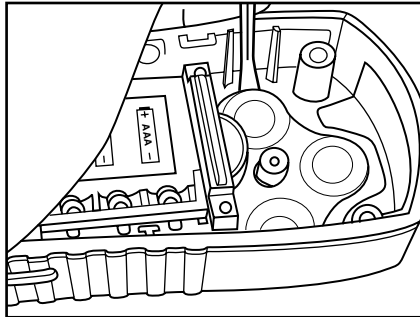

Fig. 39
- 5. Utiliser un tournevis à pointe fine pour soulever le bord du filtre (Fig. 39).